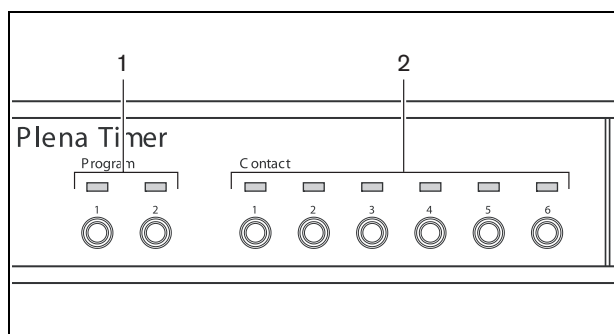

figura 4.2: LEDs do painel frontal
Se a fonte de alimentação (ou alimentação de reserva) estiver disponível, os LEDs de Program (1) e os LEDs de Contact (2) na parte da frente do Temporizador acender-se-ão temporariamente durante o arranque inicial do sistema e o visor principal acender-se-á (consulte a figura 4.2).